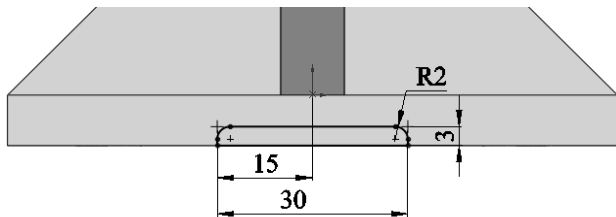

图 13-136 绘制草图 4
**13** 单击“草图”工具栏中的“边角矩形”按钮和“绘制圆角”按钮，绘制草图，如图 13-136 所示。